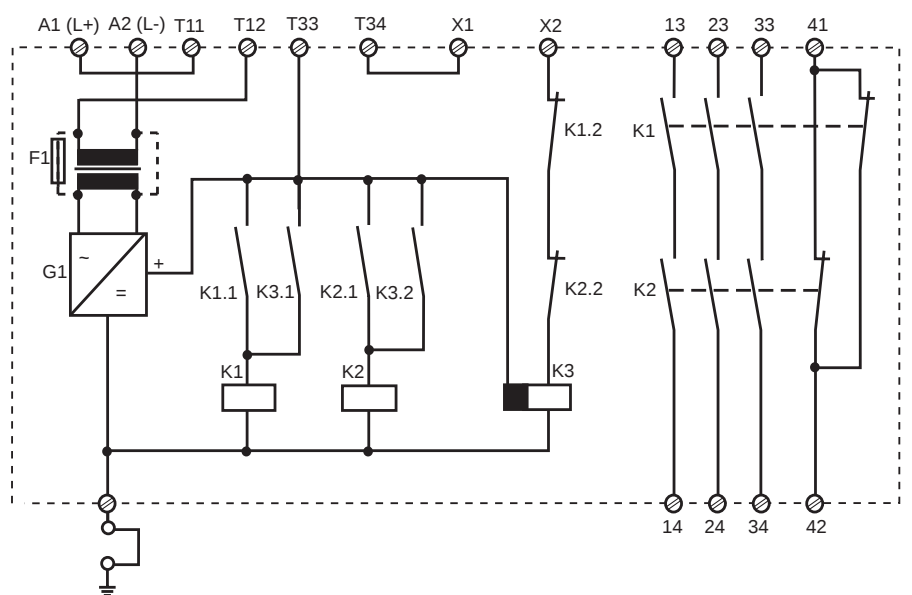

Fig. 1: Schematisches Schaltbild/Wiring diagram/Schéma interne
- Eine lösbare Verbindung zwischen Gerät und Betriebserde ist erforderlich (siehe Fig. 1).
- A detachable connection is required between unit and system earth (see Fig. 1).
- Une liaison amovible est exigée entre le relais et le terre (voir fig.1)